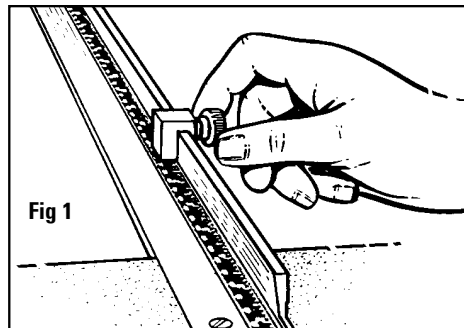

Fig 1
1. Enlevez le rail parallèle, la feuille doublure, la butée du bras d'équerage et la butée de production. Enclenchez la butée du bras d'équerage à l'extrême droite du bras et faites-la coulisser vers l'intérieur jusqu'à ce que le côté gauche de la butée s'aligne avec la graduation qui marque la dimension à laquelle le passe-partout doit être réduite Fig. 1
1. Quite la guía de la lámina perimétrica, la hoja de respaldo, el tope del brazo de escuadra y el tope de producción. Una el tope del brazo de escuadra al extremo derecho más alejado del brazo de escuadra y deslice hacia adentro hasta que el lado izquierdo del tope esté a lo largo del incremento necesario para achicar su tablero de lámina perimétrica. Fig. 1
1. Entfernen Sie die Passepartoutführung, den Rückwandkarton, den Anschlagstopp und den Produktionsstopp. Bringen Sie den Anschlagstopp am äußeren Ende des Anschlagarms an und verschieben Sie in auf der Skala, bis sein linker Rand mit der Markierung der gewünschten Breite übereinstimmt. Ziehen Sie ihn dort fest. Abb. 1
1. Rimuovere la guida del passepartout, il foglio di rinforzo, l'arresto del braccio di squadatura e l'arresto di produzione. Applicare l'arresto del braccio di squadatura all'estremità destra del braccio di squadatura e farlo scorrere verso l'interno finché il lato sinistro dell'arresto non si trova lungo l'incremento necessario per ridurre le dimensioni del cartoncino. Fig. 1